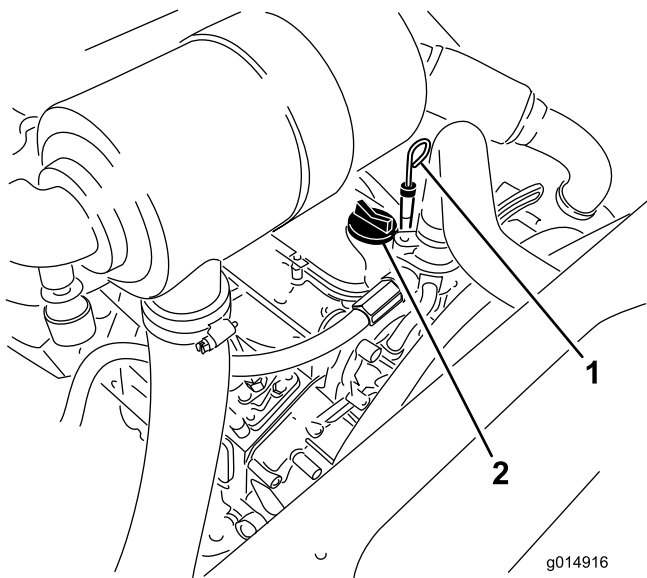

Bild 44
3. Nehmen Sie den Peilstab heraus und wischen Sie ihn ab. Stecken Sie ihn dann ein (Bild 44).
5. Wenn der Ölstand unter der Voll-Marke liegt, nehmen Sie den Fülldeckel ab (Bild 44) und gießen Sie genug Öl ein, um den Ölstand bis zur Voll-Marke anzuheben.